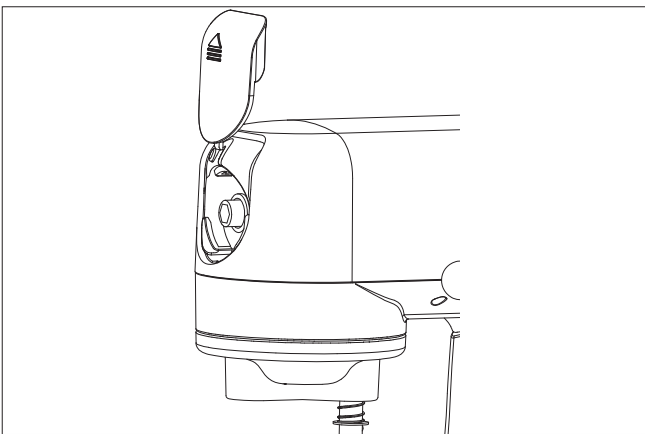

Abb. 13 – Abdeckung entfernen
3. Schieben Sie die Abdeckung des Fleischwolfanschlusses nach oben hin ab und legen Sie die Abdeckung sicher zur Seite (siehe Abb. 13).